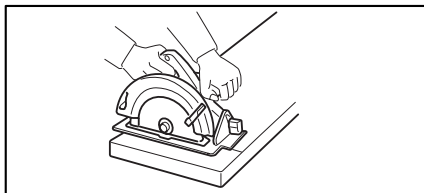

Рис. 1
15. **Устанавливайте более широкую часть основания пилы на ту часть обрабатываемой детали, которая имеет хорошую опору, а не на ту часть, которая упадет после завершения пиления.** В качестве примера, на рис. 1 показан **ПРАВИЛЬНЫЙ** способ отпиливания конца доски, а на рис. 2 – **НЕПРАВИЛЬНЫЙ** способ. Если обрабатываемая деталь короткая или маленькая, прижмите ее. **НЕ ПЫТАЙТЕСЬ УДЕРЖИВАТЬ КОРОТКИЕ ДЕТАЛИ РУКОЙ!** (Рис. 2)